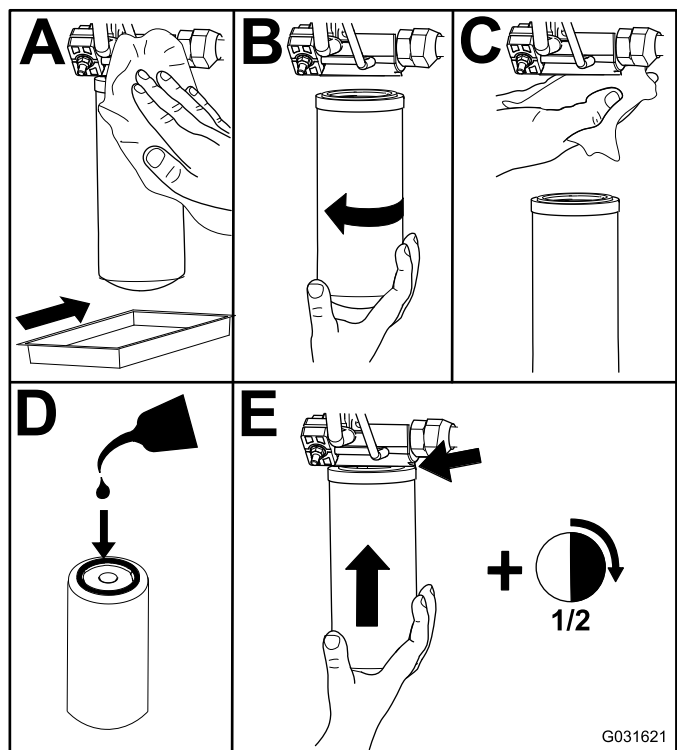

Figura 70
2. Sustituya el filtro hidráulico de carga en el compartimento de elevación hidráulico, tal y como se muestra en la Figura 70.
4. Sustituya el filtro de retorno a la derecha de la máquina (Figura 70).